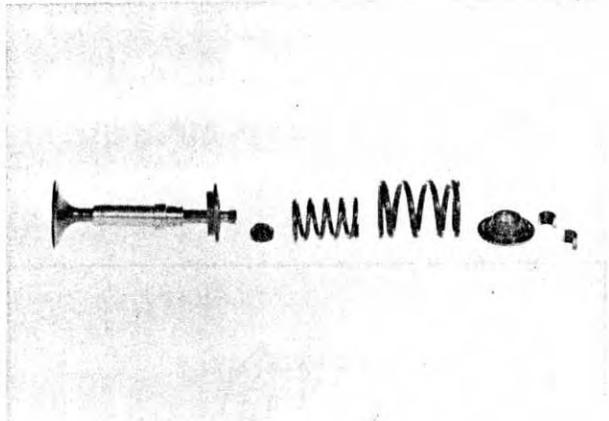

Fig. 59
**NB.** Ogni valvola è dotata di due molle, che vanno cambiate sempre assieme (fig. 59).
**Note:** there are two springs for each valve; they should always be renewed together (fig. 59).